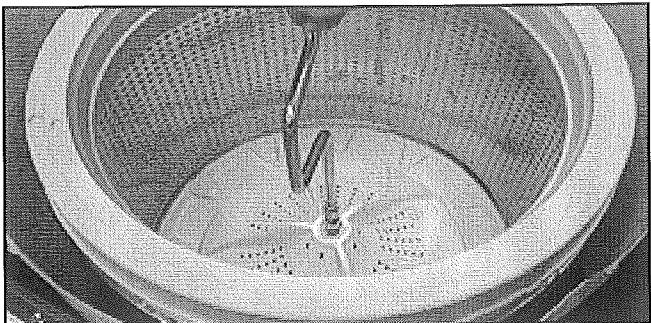

FIGURA 3
6. Retire el perno de 7/16". Levante y quite el ensamblaje de la canasta con la placa de lavado/agitador. Vea la *Figura 3*.